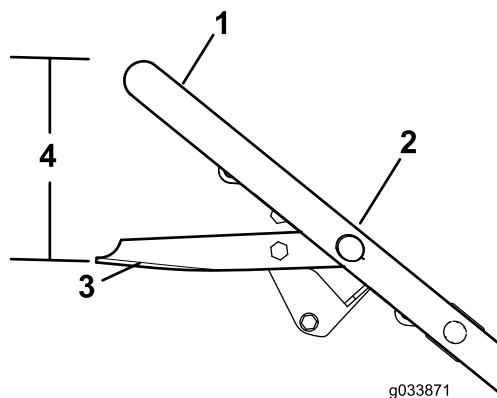

Figure 28
3. Tenez la barre de commande de la lame à 19 cm (7 $\frac{5}{8}$ po) du haut du guidon, comme illustré à la Figure 28.